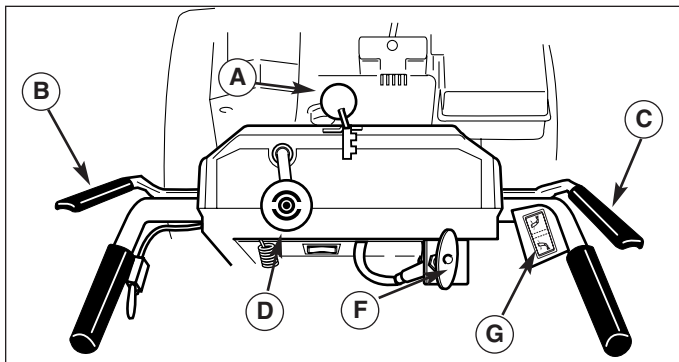

Figure 23. Controls (from operator's position)
7. Check the Drive Control (B, Figure 23), and Auger Control (C) for proper operation. If adjustment is required, see the Service section for procedures.
8. Check the Chute Direction Control (D or F Figure 23) for proper operation. The discharge chute should rotate freely in both directions. See the Service section for adjustment procedures and troubleshooting.
9. Check the Chute Deflector (E, Figure 23) for proper operation. The deflector should pivot freely up and down when the Chute Deflector Knob is loosened.
11. Check the Speed Selector (A, Figure 23) for smooth operation. The control must move freely into each speed position gate and remain in position when released. If the Speed Selector does not move freely into all forward and reverse speed positions, contact your local authorized dealer for assistance.
7. Antriebshebel (B, Abbildung 23) und Schneckenfördererhebel (C) auf ordnungsgemäße Funktion prüfen. Ggf. notwendige Einstellungsverfahren dem Abschnitt "Service" entnehmen.
8. Auswurfrichtungs-Einstellhebel (D / F Abbildung 23) auf ordnungsgemäße Funktion prüfen. Der Auswurfschacht muss sich in beiden Richtungen frei drehen. Ggf. notwendige Einstellungsverfahren und Abhilfemaßnahmen dem Abschnitt "Service" entnehmen.
9. Ablenklech des Auswurfschachts (E, Abbildung 23) auf ordnungsgemäße Funktion prüfen. Das Ablenklech muss sich frei nach oben und unten bewegen lassen, wenn der Knopf des Auswurfschacht-Ablenklechs gelöst ist.
11. Gangwahlschalter (A, Abbildung 23) auf Leichtgängigkeit prüfen. Der Schalter muss sich leicht in alle Gangpositionen bewegen lassen und bei Freigabe in der jeweiligen Position fixiert bleiben. Wenn sich der